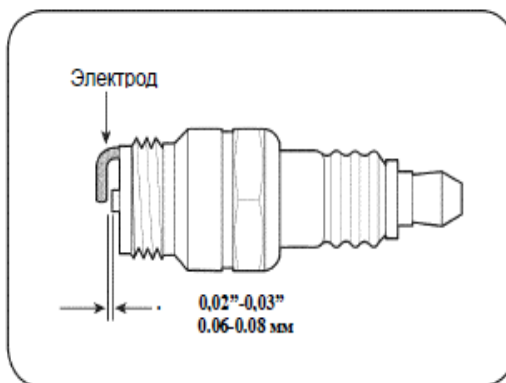

Рис. 15
3. Измерьте искровой зазор с помощью проволочного щупа. При необходимости исправьте зазор, отогнув боковой электрод (См. Рис. 15). Искровой зазор должен составлять 0,02–0,03 дюйма (0,60–0,80 мм).